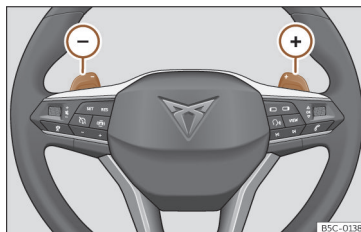

Fig. 116 Volant : leviers pour boîte automatique.
- Appuyez sur la palette  pour passer à une vitesse supérieure >>> **fig. 116**.